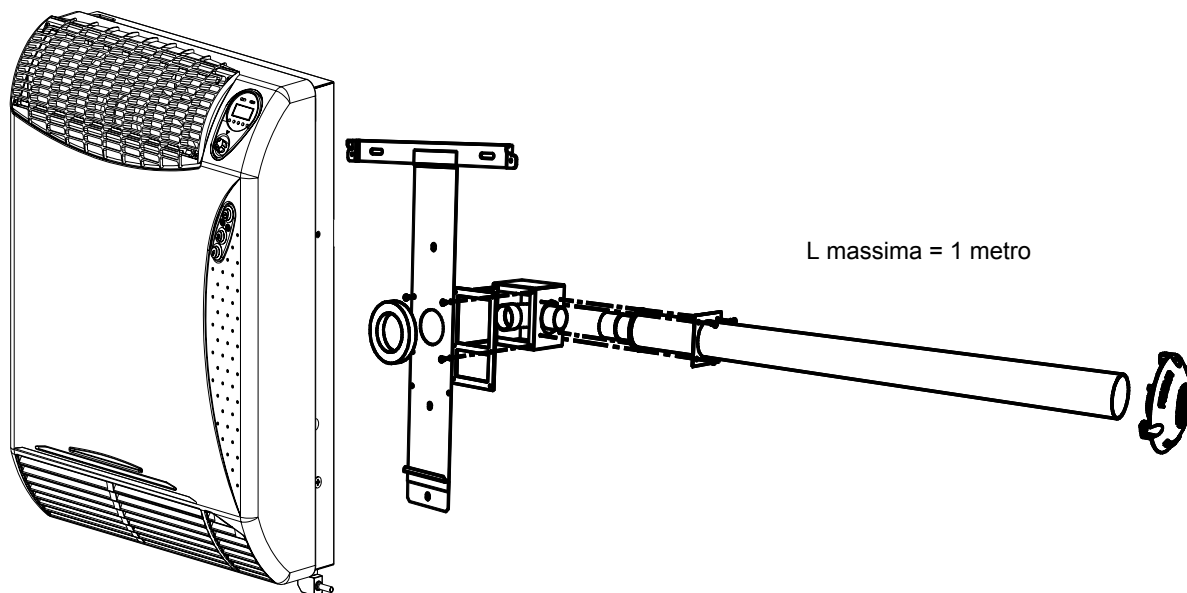

Figura 6 - Esempio di installazione con tubi coassiali a 90°
- Con tubi coassiali con uscita a 90° (lunghezza massima tubi 1 metro) (vedi Figura 6). In questo caso è necessario utilizzare la cuffia 90° per scarico coassiale disponibile come accessorio.